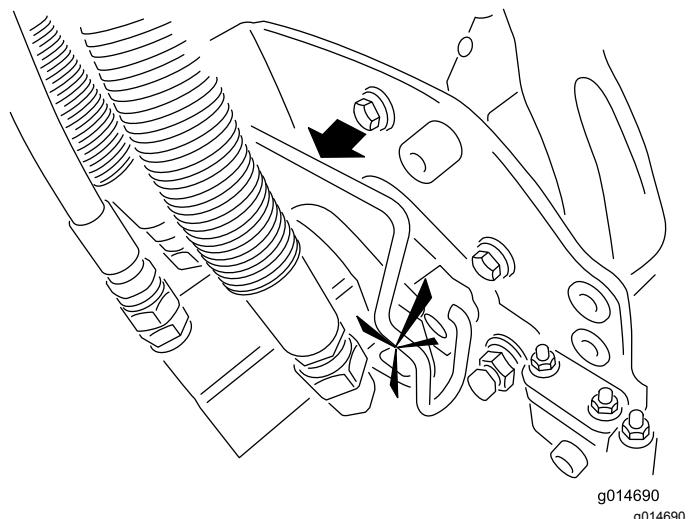

Figure 44
5. Enduisez de graisse propre l'arbre cannelé du moteur de plateau de coupe (Figure 44).
6. Insérez le moteur dans le côté gauche du plateau de coupe (vu de la position de l'utilisateur) et tirez la barre de retenue du moteur située sur le plateau de coupe vers le moteur jusqu'à ce qu'un déclic soit entendu des deux côtés du moteur (Figure 44).